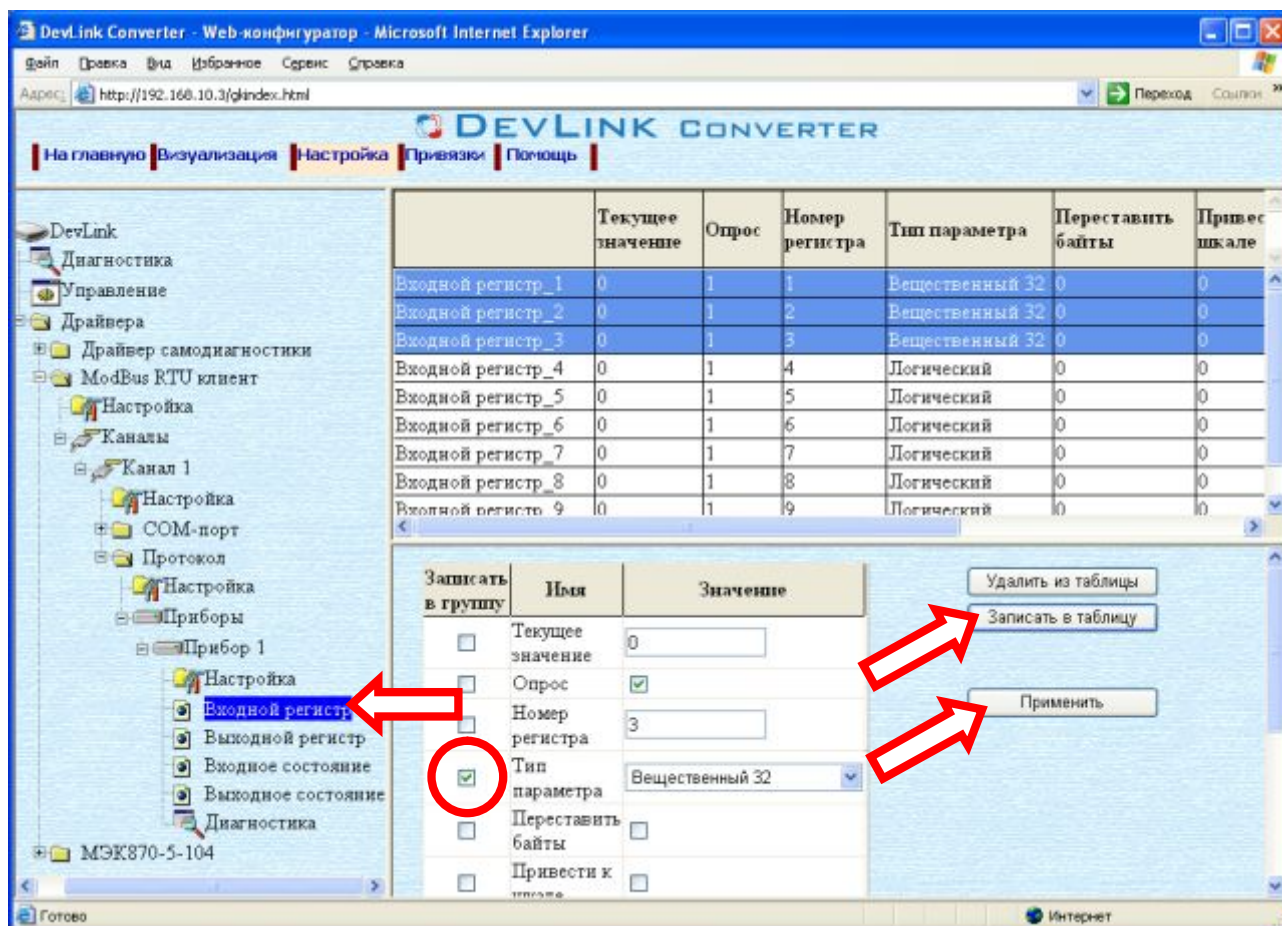

Рисунок 3.12 - Настройка регистров
- Выберите в дереве нужный тип регистров (рисунок 3.12)